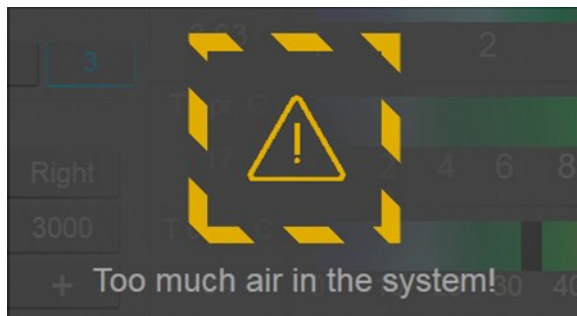

Рисунок 35. Повідомлення "Занадто багато повітря в системі"
- "Занадто багато повітря в системі" (рис.35). Це повідомлення з'являється у випадках: